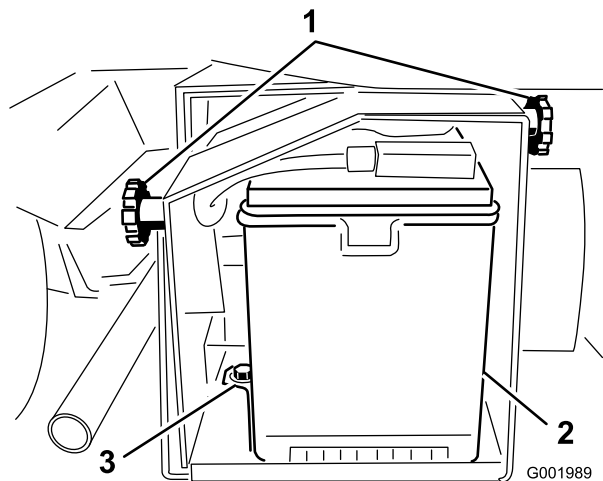

図 52
2. バッテリー・ボックスのノブ(図 52)をゆるめ、カバーを外す。
5. バッテリー・リターナと固定金具を外す(図 52)。
2. バッテリー押さえを元通りに取り付ける(図 52)。
4. バッテリーカバーを元どおりに取り付けノブで固定する(図 52)。
1. バッテリー・ボックスのノブ(図 52)をゆるめ、カバーを外す。